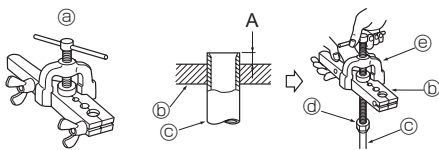

Fig. 5-6
5.2.4. Aufbiegungsarbeiten (Fig. 5-6)